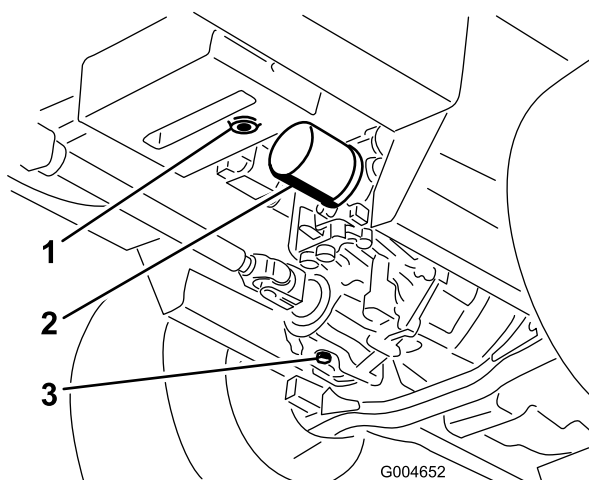

Figure 47
3. Placez un grand bac de vidange sous le réservoir hydraulique et le carter de transmission, et enlevez les bouchons pour vidanger tout le liquide hydraulique (Figure 47).
4. Nettoyez la surface autour du filtre à huile hydraulique et retirez le filtre (Figure 47).